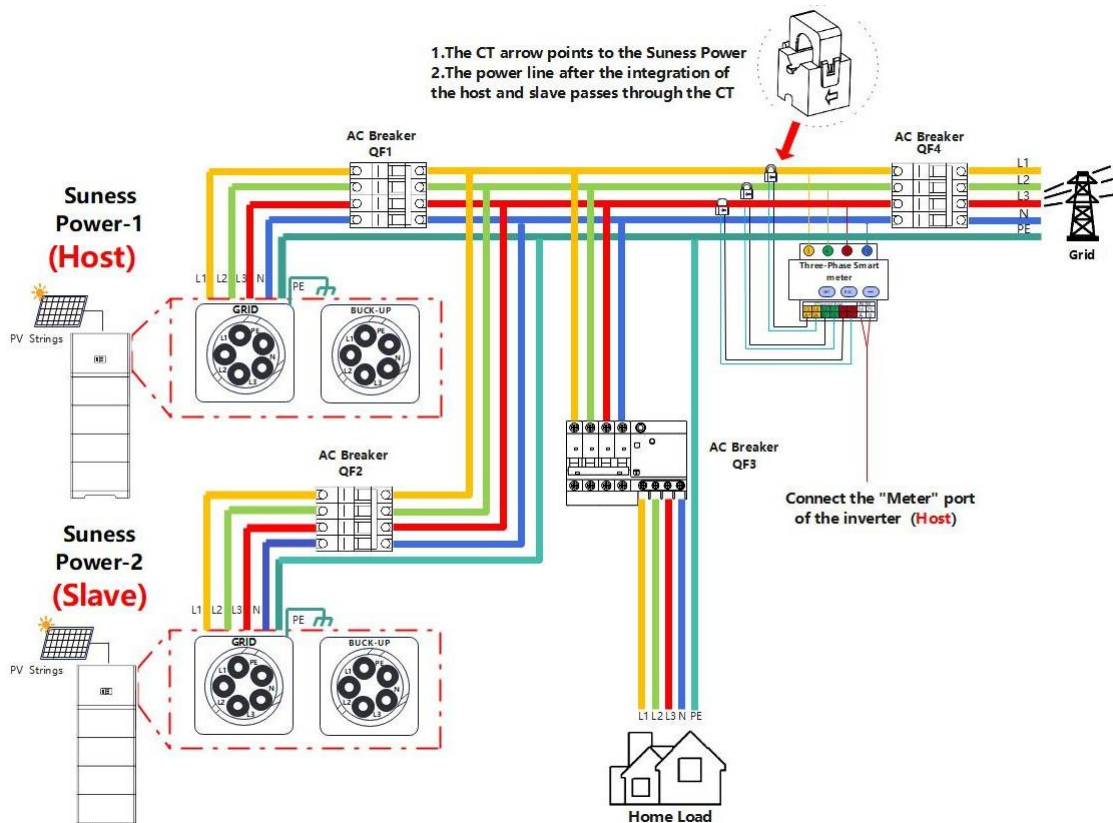

Abbildung 1.1 Verdrahtungsplan für die Stromleitung
- Die spezifischen Verdrahtungswege entnehmen Sie bitte dem Stromleitungsdiagramm (Abbildung 1.1 im Originaldokument).